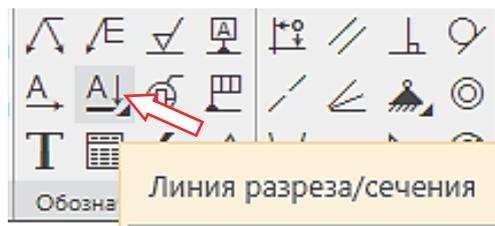

Рис. 5.25
2. На ленте инструментов выбрать команду **Черчение** → **Обозначения** → **Линия разреза / сечения** (рис. 5.25).